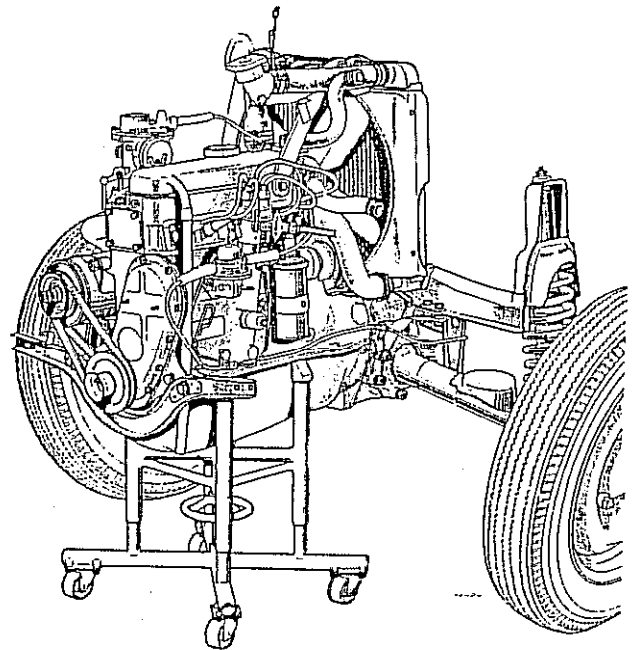

Fig. 35
- 2) Colocar debajo del grupo propulsor la herramienta especial MOT 80 (Fig. 35).